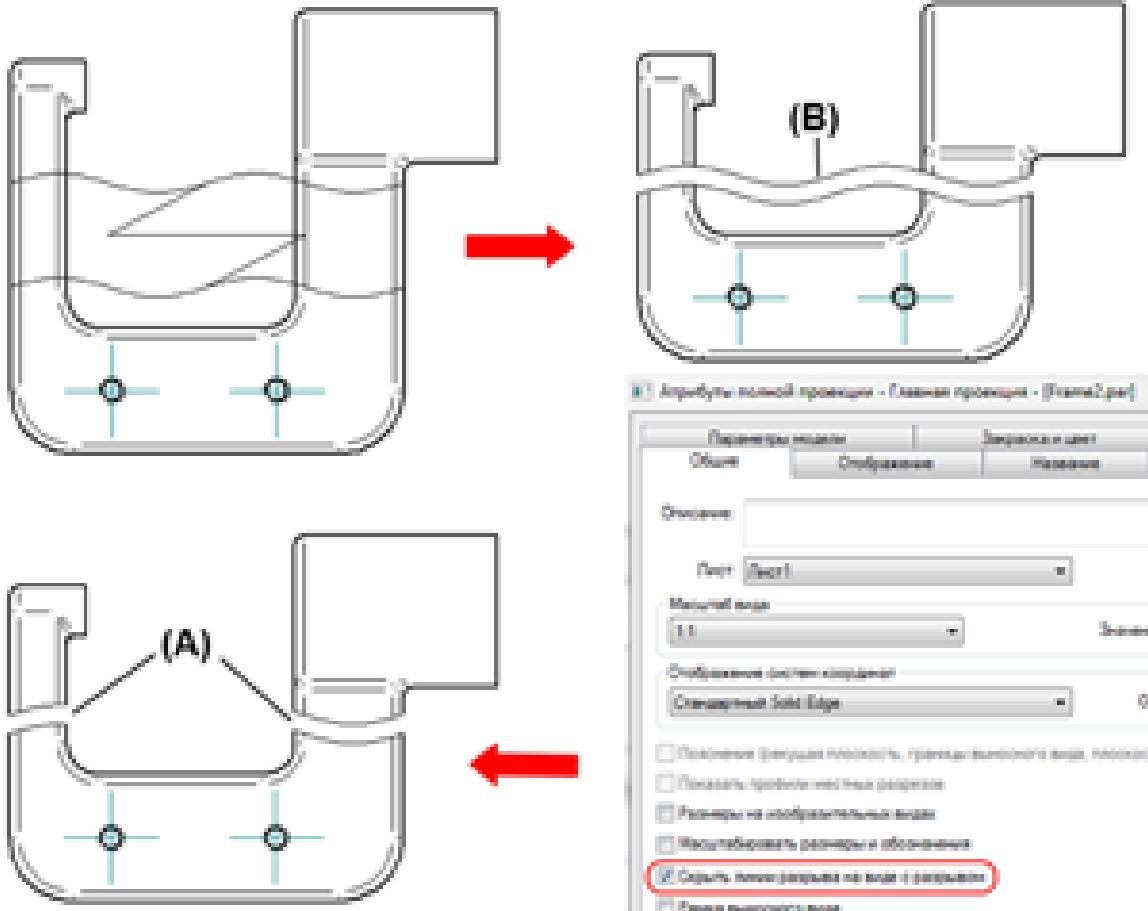

Рисунок 107. Улучшения для вида с разрывом
чертежного вида «Скрыть линии разрыва на виде с разрывом» позволяет скрывать линии разрыва, если они проходят в пустом пространстве (A), а не отображать их полностью, как это было ранее (B) (Рисунок 107).